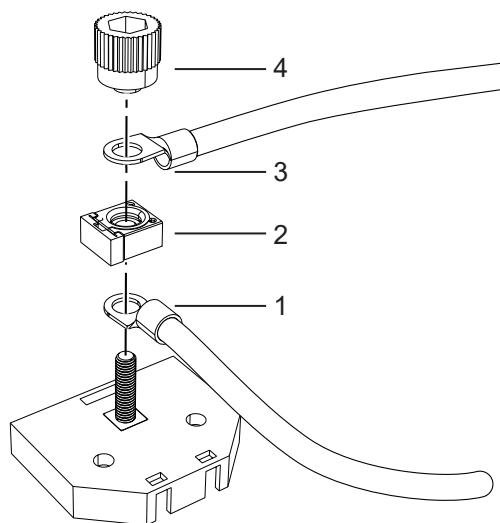

Bild 28. Placera säkring och anslut kablage
2. Anslut huvudströmkabeln till anslutningspunkten och placera säkringen ovanpå, se Bild 28:1 och Bild 28:2.
3. Anslut en kabel från batteriets pluspol, se Bild 28:3.
4. Skruva fast kabelanslutningar och säkring med vredet. Kablarna monteras 90° alt. 180° ifrån varandra. Säkringen monteras i rät vinkel mot kablarna, se Bild 28.